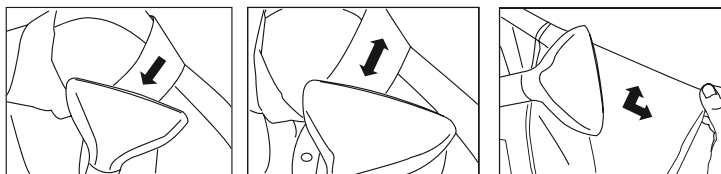

Figure 9
4. Saisissez la poignée et placez la Buse à vapeur en bas du vêtement. Déplacez-la lentement de haut vers le bas sur le col. Puis, déplacez-la lentement de gauche à droite comme illustré (Figure 9). Répétez le processus jusqu'à ce que le col soit défroissé.